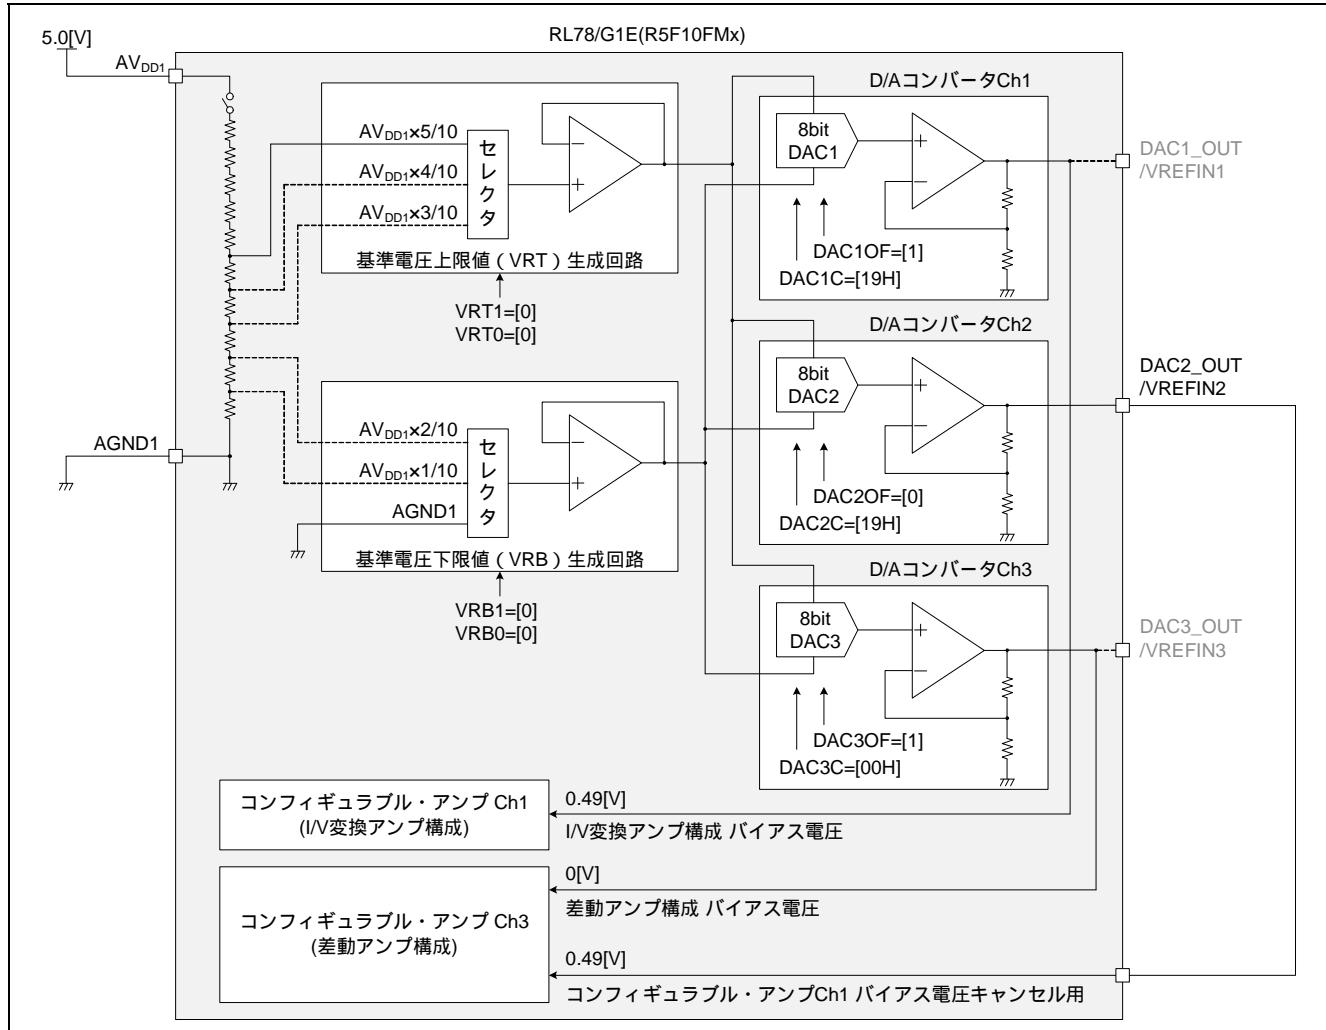

図 6.5 D/A コンバータのブロック図
- D/A コンバータ Ch1、Ch2、Ch3 のブロック図を図 6.5 に示します。